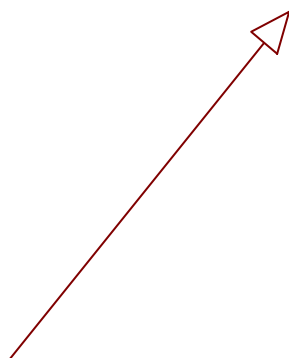

图 3-2
2.继承关系，接口体继承接口，和接口继承接口都可以使用继承链接方式如图 3-2 所示